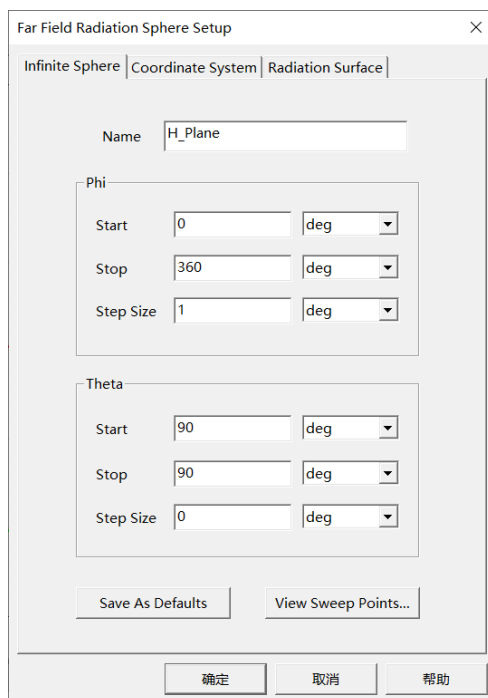

图 3.5.2 辐射表面设置(H)
- 3) 同理, 打开 Far Radiation Sphere Setup, 按图 3.5.2 完成设置;